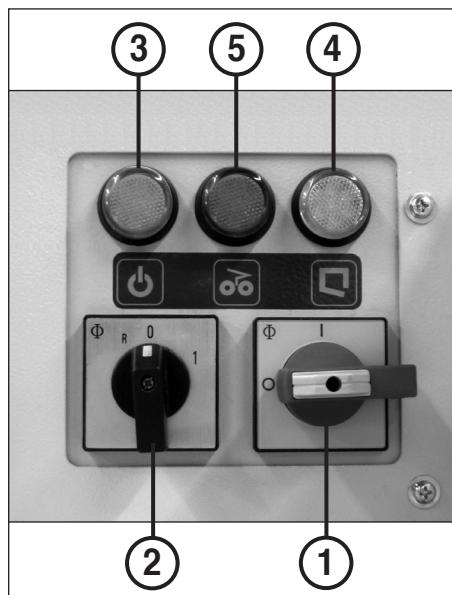

fig. 11
1. Tout d'abord le bloc de coupe se bloque. Le voyant de contrôle (4) (fig. 11) s'allume.
3. La machine se remet en marche et les documents sont présentés de nouveau au bloc de coupe. Cette séquence de mouvements est répétée automatiquement par la machine un maximum de trois fois. Si la machine détecte pour la troisième fois un « bourrage », le bloc de coupe recule une nouvelle fois pendant un certain temps puis s'arrête. Répartissez le matériel ramené en arrière et reprenez la destruction avec une quantité plus petite. Pour ce faire, il faut tout d'abord éteindre la machine au niveau du commutateur rotatif (2) (fig. 11) (position « 0 ») puis la rallumer (position « 1 »).